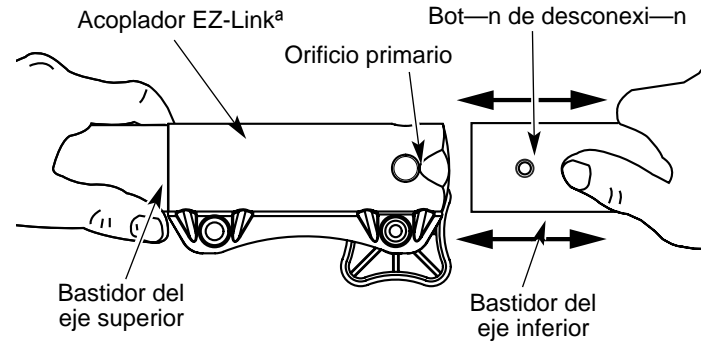

Fig. 10
2. Mientras sostiene el accesorio con firmeza, empujelo en línea recta en el acoplador EZ-Link^a (Fig. 10).